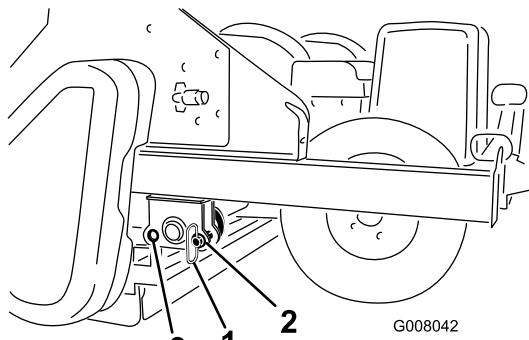

Figura 15
- Retire los pasadores de almacenamiento de los taladros delanteros y colóquelo en los taladros traseros durante el uso (Figura 15).